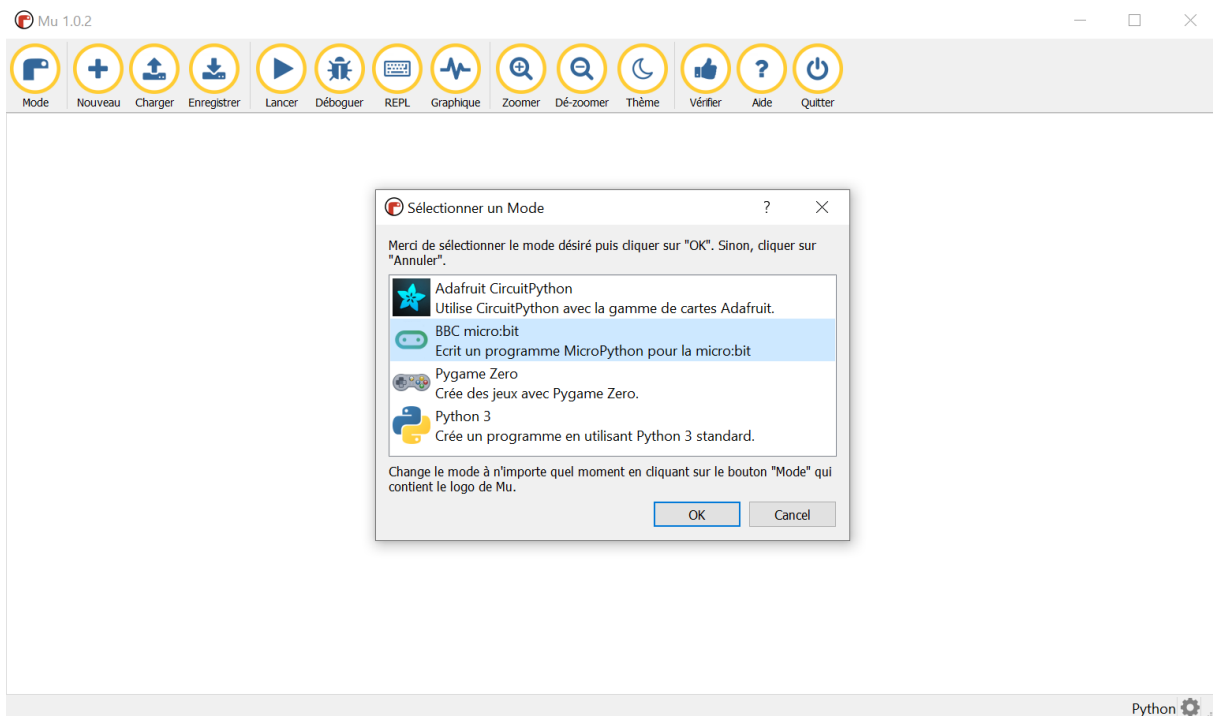

Fig. 25 : Choix du module BBC micro:bit sous Mu.
3. Choisir le module BBC micro:bit (fig. 25).